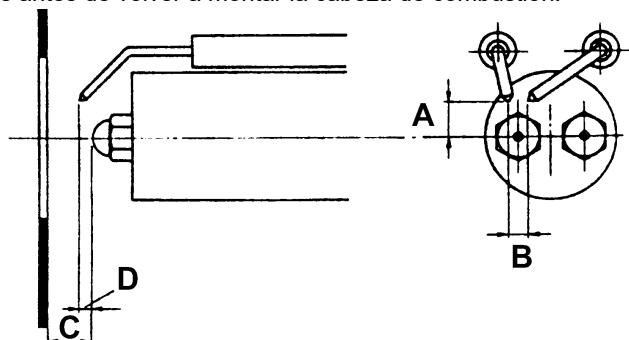

Fig. 16
A fin de garantizar un buen encendimiento es necesario respetar las medidas (en mm) reportadas en la Fig. 16. Cerciorarse de haber fijado el tornillo de bloqueo del grupo electrodos antes de volver a montar la cabeza de combustión.
- 5 extraer el grupo de electrodos y limpiarlos; prestar atención a los valores indicados en mm en Fig. 16.